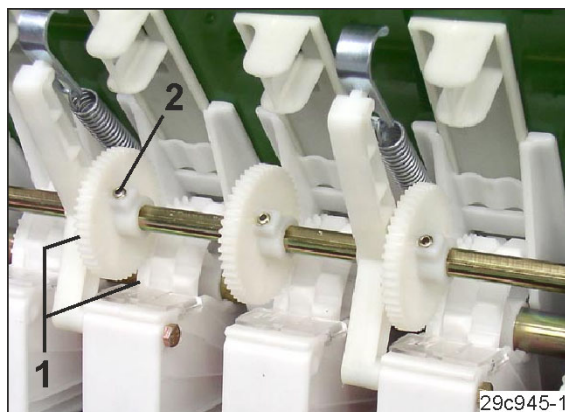

Рис. 130
13. Приведите в зацепление зубья (Рис. 130/1) приводного ремня и высевающих катушек техколеи.